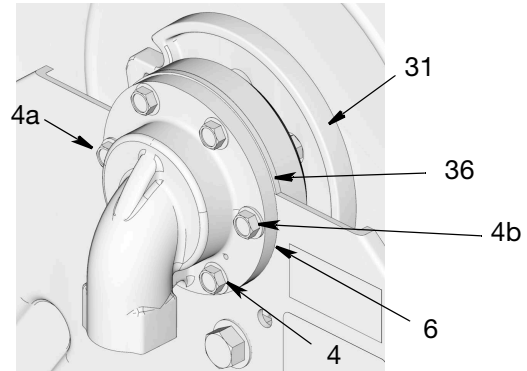

FIG. 21
4. Uniquement pour les modèles à moyenne pression : Aligner la cale (36) entre l'entrée (6) et la retenue de roulements (35) (FIG. 21).
5. Installer d'abord les 2 boulons de côté (4a et 4b) comme montré sur la FIG. 21 par le châssis et l'entrée (6). Serrer suffisamment les boulons pour maintenir l'ensemble en place.
6. Placer ensuite les quatre boulons restants (4). D'abord serrer tous les boulons à la main, puis serrer à un couple de 25 à 35 pi. lbs (33,9 à 47,45 N•m).